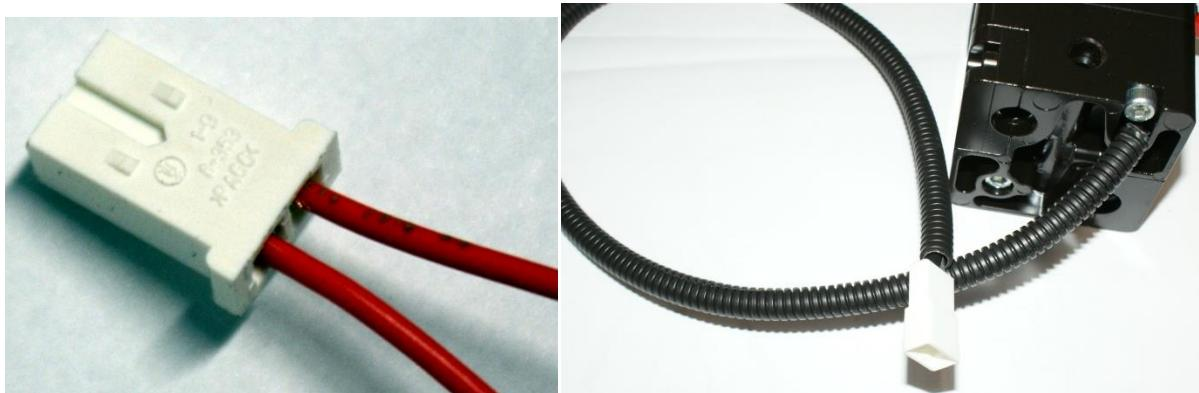

Рисунок 2.34
2.5.4 Разъем жгута 2-х контактный вывести через технологическое отверстие в полу трактора или вскрытое в крыле при монтаже джойстика, в кабину и присоединить к разъему отходящему от рукоятки джойстика(рис. 2.34).